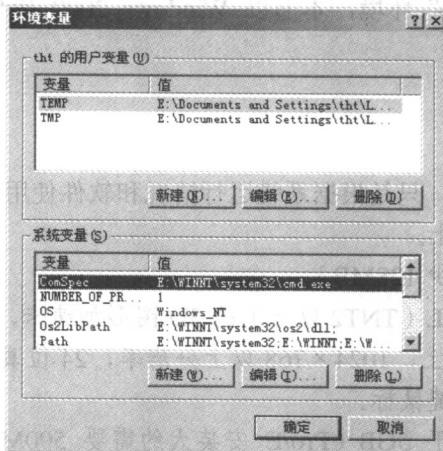

图 1-2 【环境变量】对话框
- 单击【高级】选项卡，弹出【环境变量】对话框，如图 1-2 所示。